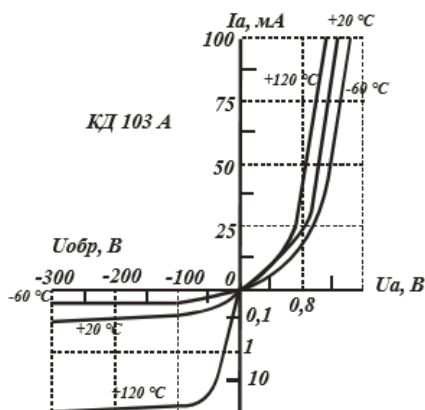

Рис. 4. 1
4.2. Используя вольт-амперную характеристику диода КД103А при $t = 20^\circ\text{C}$ (рис. 4. 1), определить сопротивление постоянному току при обратном включении для напряжений $U_{\text{обр}} = - 50;$ $- 100;$ $- 200$ В. Построить график зависимости $R_0 = f(U_{\text{обр}})$.